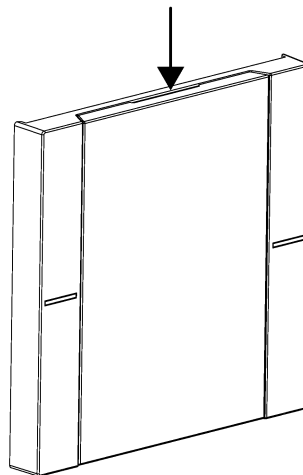

Bild 9: Kerbe der Beschriftungsfeldabdeckung ertasten
- Kerbe der Beschriftungsfeldabdeckung mit einem Finger ertasten (Bild 9).